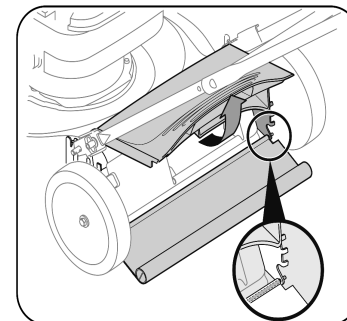

Figura 5-3
- Para quitar la tapa trasera, levante la puerta trasera, y la tapa de prensa en ambos lados para quitar del agujero. Ver la Figura 5-3.